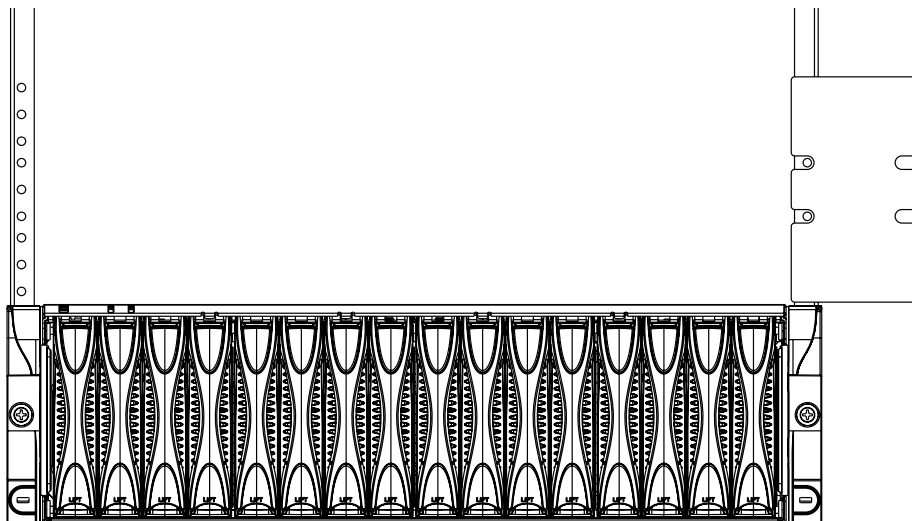

図 3-1 ラックテンプレートの使用方法
1. ラックにラックテンプレートを当てて、ラックテンプレートの底辺を、ラックのもっとも上に取り付けられているシステムのすぐ上、またはラックの底部に合わせます (図 3-1)。